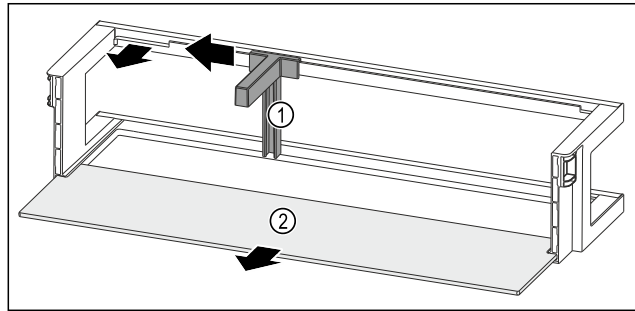

Fig. 91 Balconnet de contre-porte avec porte-bouteilles et tablette de rangement
- Pousser le porte-bouteilles Fig. 91 (1) sur le côté jusqu'à l'évidement.
- Retirer le porte-bouteilles Fig. 91 (1).
- Retirer la tablette de rangement Fig. 91 (2).